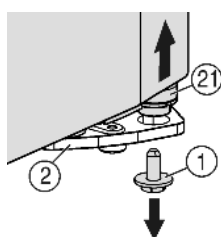
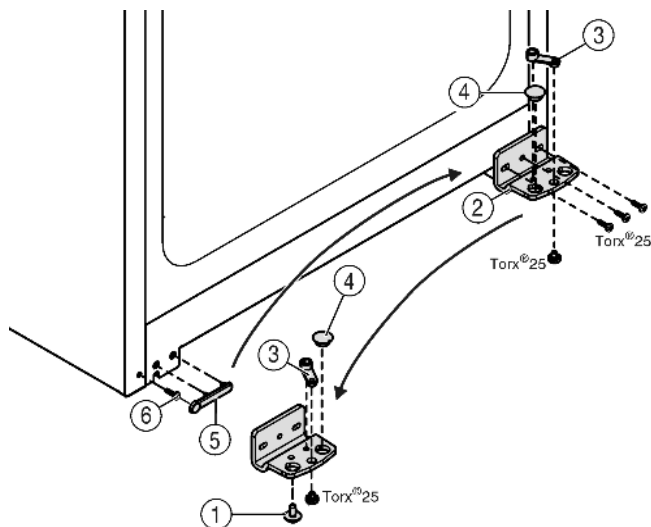

Fig. 5
Fig. 6
- ▶ Внизу справа на опорном кронштейне выкрутите фиксирующий винт *Fig. 5 (1)*.
- ▶ Опорный палец *Fig. 5 (21)* можно извлечь из опорного кронштейна *Fig. 6 (2)*.
- ▶ Если установочный винт *Fig. 5 (21)* не откручивается, его можно вынуть, нажав на него снизу.
- ▶ Открутите опорный кронштейн *Fig. 6 (2)*.
- ▶ Открутите опорную деталь *Fig. 6 (3)* и, переставив в отверстие на противоположной стороне опорного кронштейна, снова прикрутите.
- ▶ Извлеките заглушку *Fig. 6 (4)* из опорного кронштейна и переставьте ее в отверстие на противоположной стороне опорного кронштейна.
- ▶ Осторожно снимите крышку со стороны ручки *Fig. 6 (5)*.
- ▶ Выкрутите болт *Fig. 6 (6)* и вкрутите на противоположной стороне.
- ▶ Снова установите крышку *Fig. 6 (5)*.
- ▶ Снова прикрутите опорный кронштейн *Fig. 6 (2)* на новой стороне шарнира (**с моментом 4 Нм**). При необходимости используйте аккумуляторный шурупверт.
- ▶ Вкрутите фиксирующий винт Fig. 5 (1) внизу в опорный палец и затяните (с моментом 4 Нм).